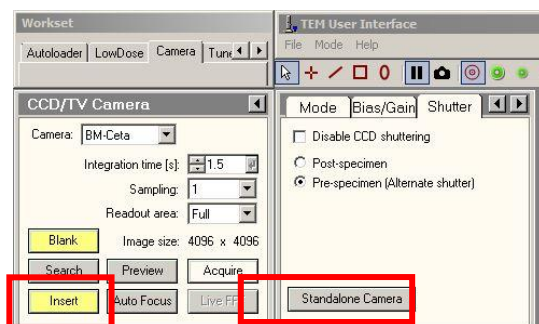

图 2
- ② 在 camera 中点击 Standalone Camera 退出 K2 相机，然后点击 Insert，插入 Ceta 相机 (Insert 黄色，Standalone Camera 灰色即为 Ceta 相机，反之则为 K2 相机) 见图 2.